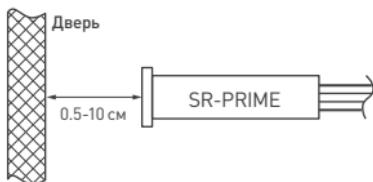

Рисунок 2. Установка датчика SR-PRIME DOOR
- ↗ Датчик DOOR должен быть смонтирован так, чтобы дверь в закрытом положении находилась на расстоянии до 10 см от лицевой стороны датчика [рис. 2]. Свет будет включаться при открывании двери и выключаться при ее закрывании. Для лучшего отражения ИК-сигнала от черных поверхностей наклейте на дверь небольшой отражающий элемент.